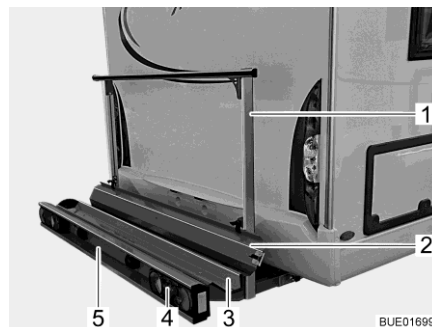
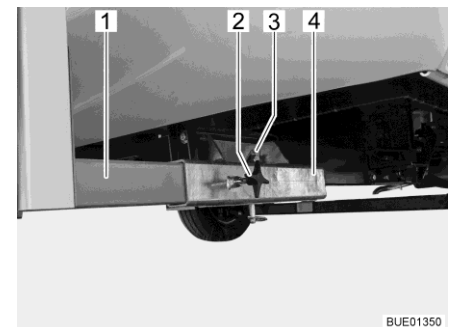

Fig. 7 Portapacchi
Fig. 8 Fissaggio al veicolo
Il portapacchi (Fig. 7) consente il trasporto di una motocicletta o di un motorino con un peso fino a 130 kg.
- Vasca di trasporto (Fig. 7,3) e staffa di supporto (Fig. 7,1) con fissaggio al veicolo (Fig. 8)
- Luci posteriori (Fig. 7,4)
- Luce targa del veicolo (Fig. 7,5)
- Guida di transito (Fig. 7,2)
Le due barre (Fig. 8,1) del portapacchi sono fissati mediante viti ad alette (Fig. 8,2) ai supporti quadri (Fig. 8,4) sul pavimento del veicolo. Il portapacchi è fissato tramite un bullone (Fig. 8,3) con anello di arresto.